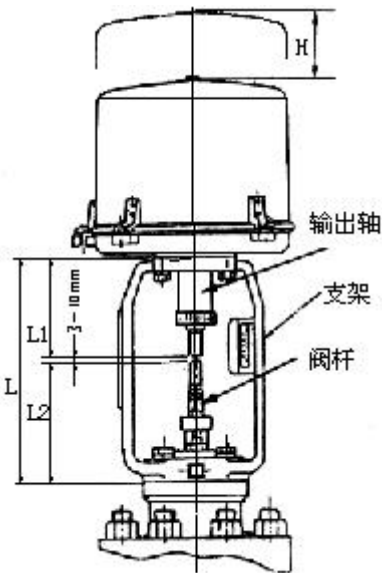

图 6
5.1 由于执行器的配线、调整及检查维护等工作需要拆卸护罩，因此在安装时，执行器顶部应留有一定的空间（见图 6），应留空间尺寸 H 见表 3。
5.3 执行器通过支架和调节阀联结后，用开合螺母连接输出轴和阀杆时，输出轴的下端与阀杆的上端之间应留有 3~10mm 距离（见图 6）。